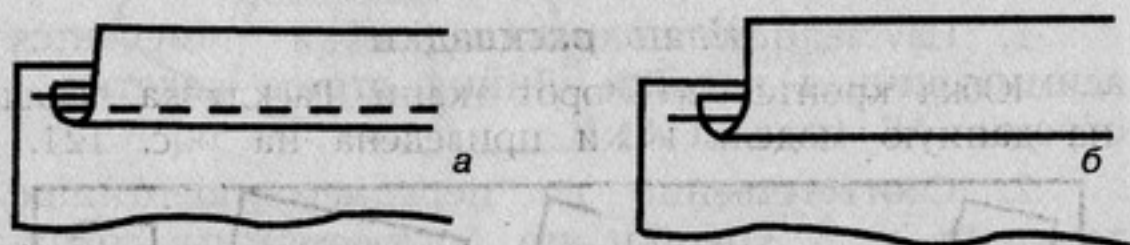

Рис. 120. Способы соединения кокеток:
2. Края прямолинейных кокеток подогнуть по намеченной линии, заметать и заутюжить. Кокетки соединить стачным, настрочным и накладным способами (рис. 120).